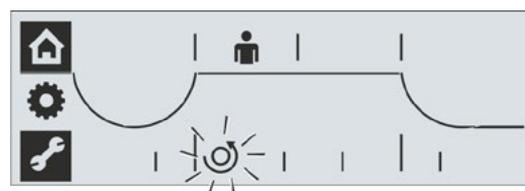

Fig. 2: Menu Posizioni di fine corsa attivo, direzione di chiusura sinistrorsa
2. Confermare la scelta: **tenere premuto il Drive Controller per circa 3 sec.** La corona dentata è sempre accesa e il simbolo della direzione di chiusura attualmente impostata lampeggia (fig. 2).